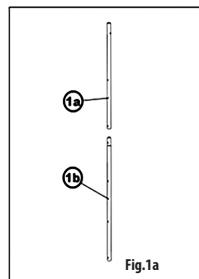
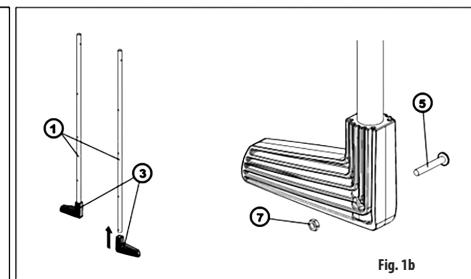

Fig. 1a
Fig. 1b
Tryck fast stödbågar (3) mot rätt ändskydd (utifrån hål) på ben (1). Skruva ihop fästena med de medföljande skravar (5) och muttrar (7) (Fig. 1b). Förbereda den övre delen (1a) och nedre delen (1b) (Fig. 1a) när det gäller delade pollstegen 1,20 m.
Schuif de onderste kniestukken (3) op het juiste uiteinde (volgens de openingen) van de buizen van de poten (1). Beveilig met behulp van de passende schroeven (5) en moeren (7) (**Afb. 1b**). Bij een gedeelde zwembadtrap 1,20 m moet u de bovenste (1a) en onderste (1b) delen van de poten met elkaar verbinden (**Afb. 1a**).